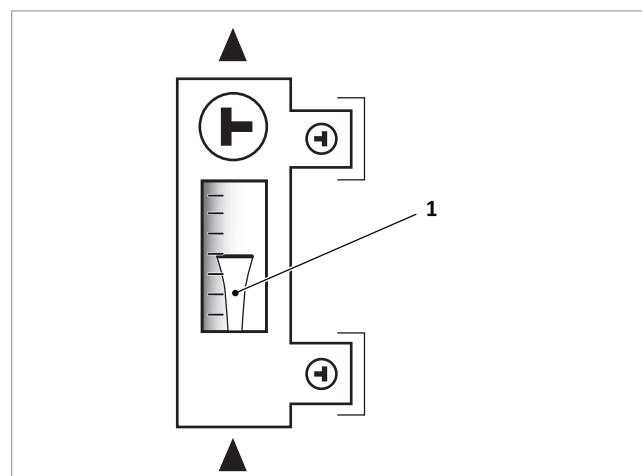

Abb. 130: Volumenstrom an oberer Kante des Schwebekörpers (1) ablesen
2. Druckschlauch der Spül- und Befüllstation (SBS) an KFE-Hahn (6) des Durchflussmessers anschließen, KFE-Hahn öffnen.
3. Spülpumpe einschalten und spülen: SBS → KFE-Hahn (6) → Primärpumpe → Kollektorfeld → SÜS bis KFE-Hahn (5) → SBS
5. Solarkreis durch Druckaufbauen und-ablassen weiter entlüften. Hierzu KFE-Hahn (5) zwei bis drei Mal schließen und öffnen.
6. Wenn Tyfocor blasenfrei austritt, KFE-Hahn (5) schließen und Anlagendruck auf 4 bar erhöhen.
7. KFE-Hahn (6) schließen und Pumpe der SBS abschalten. Anlage auf Dichtigkeit überprüfen.
8. Luftfang (7) entlüften.
9. Kappenventil (3) ganz öffnen.
10. Anlagendruck durch langsames Öffnen von KFE-Hahn (5) auf errechneten Betriebsdruck einstellen. Faustformel: Vordruck MAG + 0,3 bar.
11. Durchflussmesser in Durchflusstellung schalten (vgl. → Abb. 130, S. 58), KFE-Hähne (5) und (6) schließen, SBS entfernen und Kappen aufschrauben.